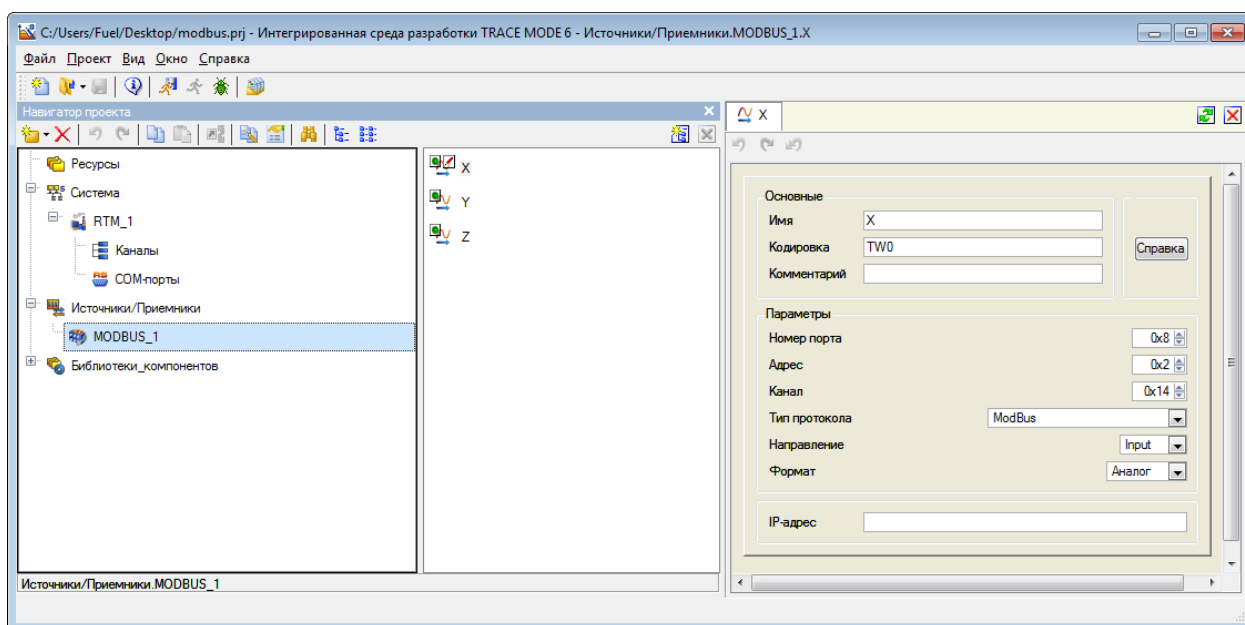

Рис. 5
- 1) В Источники/Приемники добавляем группу Modbus и в ней создаем три компонента (для осей X, Y и Z датчика линейного ускорения) Rout\_Float(3) для чтения 4 байт с приведением к float командой ReadHoldingRegisters. Настраиваем каждый из компонентов (рис. 5, 6, 7). В качестве имени берем название оси датчика. Номер порта для каждого выставляем 0x8 (COM9). Адрес устройства в сети MODBUS 0x2. Адрес регистра для чтения данных (канал) выставляем в соответствии с таблицей регистров для датчика ZET7052.